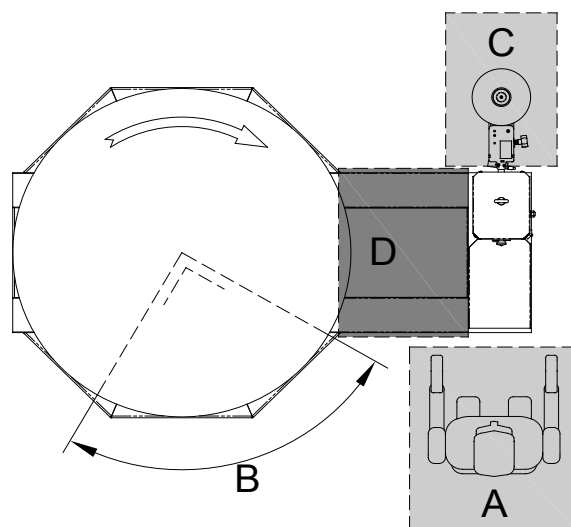

Fig. 2.7
**POSTAZIONE A** - Area di comando - Fig. 2.7
**POSTAZIONE B** - Area di lavoro - Fig. 2.7
**POSTAZIONE C** - Area di manutenzione - Fig. 2.7
**POSICIÓN A** - Zona de mando - Fig. 2.7
**POSICIÓN B** - Zona de trabajo - Fig. 2.7
**POSICIÓN C** - Zona de mantenimiento - Fig. 2.7